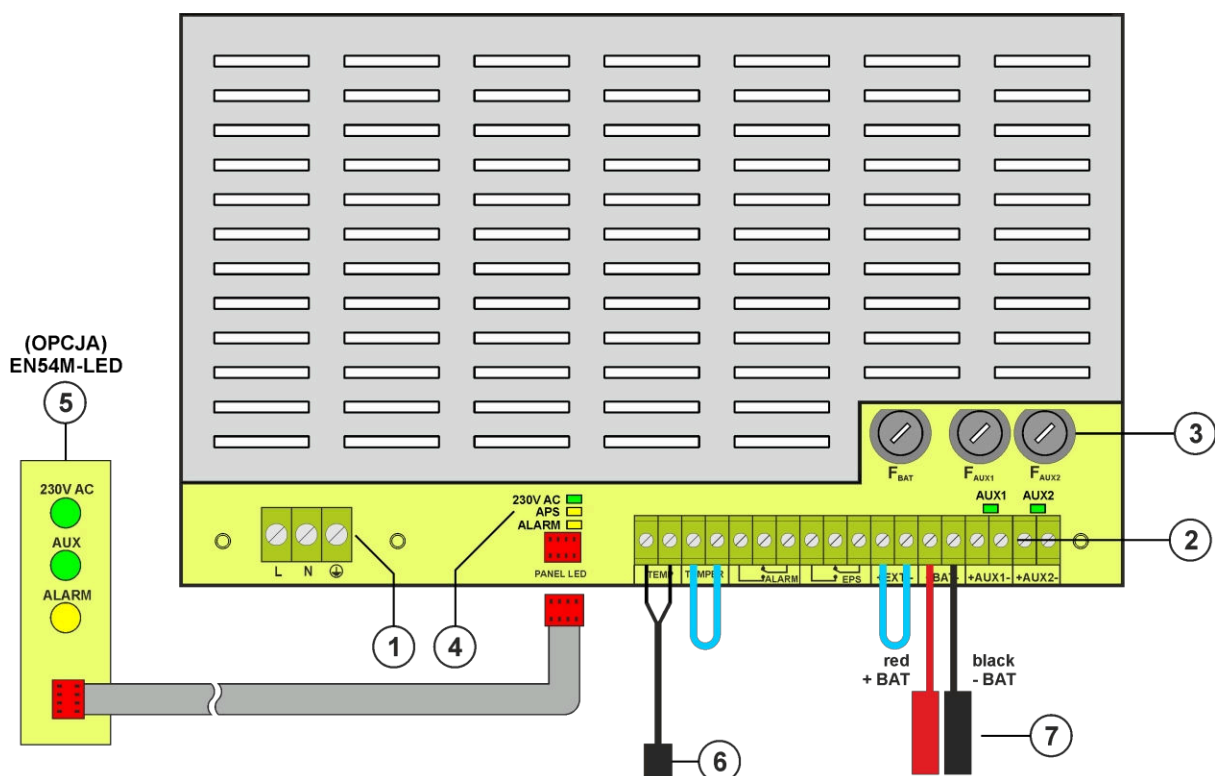

Abb. 2. Ansicht des PSU-Moduls.
Tabelle 1. Bestandteile des PSU-Moduls (Abb. 2).
①	230-V-Versorgungsstecker mit einer Klemme für den Anschluss eines Schutzleiters
②	<p>Klemmen:</p> <p>TEMP - Eingang des Batterietemperatursensors</p> <p>TAMPER - Eingang des Mikroschalters tamper</p> <p>Geschlossener Eingang = keine Anzeige</p> <p>Offener Eingang = Alarm</p> <p>ALARM - technischer Ausgang des kollektiven Ausfalls des Netzteils - Typ Relais</p> <p>EPS - Technischer Ausgang zur Anzeige eines AC-Stromausfalls</p> <p>offen = AC-Netzausfall</p> <p>geschlossen = AC-Stromversorgung - O.K.</p> <p>EXTi - Eingang für externen Fehler</p> <p>Eingang geschlossen = keine Anzeige</p> <p>Offener Eingang = Alarm</p> <p>+BAT- - Klemmen für den Anschluss der Batterie</p> <p>+AUX1- - Leistungsausgang AUX1 (- AUX=GND)</p> <p>+AUX2- - Leistungsausgang AUX2 (- AUX=GND)</p> <p>ACHTUNG! In Abb.2 zeigt der Kontaktsatz einen potenzialfreien Zustand des Relais an, was einem Ausfall der Stromversorgung entspricht.</p>
③	<p>Sicherungen:</p> <p>FBAT - Sicherung im Batteriestromkreis,</p> <p>FAUX1 - Sicherung im Ausgangskreis AUX1,</p> <p>FAUX2 - Sicherung im AUX2-Ausgangskreis,</p> <p>Die Werte der Sicherungen sind in Tabelle 4 - "Elektrische Parameter" angegeben.</p>
④	<p>LEDs - optische Anzeige:</p> <p>230 V AC - Spannung im 230 V AC-Stromkreis</p> <p>APS - Batterieausfall</p> <p>ALARM - Sammelstörung</p> <p>AUX1 - Ausgangsspannung AUX1 (am Anschluss AUX1)</p> <p>AUX2 - AUX2-Ausgangsspannung (am Anschluss AUX2)</p>
⑤	PANEL LED - das externe optische Anzeigefeld EN54M-LED
⑥	Batterie-Temperatursensor
⑦	Batterieanschlüsse; positiv: +BAT = rot, negativ: - BAT= schwarz
5. Installieren Sie die Batterien in einem dafür vorgesehenen Bereich des Gehäuses. Schließen Sie die Batterien an das Netzgerät an und achten Sie dabei auf die richtige Polarität. Die Batterien müssen mit dem Spezialkabel (im Lieferumfang enthalten) in Reihe geschaltet werden. Befestigen Sie den Temperatursensor mit Klebeband (im Lieferumfang enthalten) an einer der Batterien. Schrauben Sie den Temperatursensor an die Klemmen "Temp" des Netzteils (Abbildung 2, Punkt 6). Setzen Sie den Sensor zwischen den Batterien ein.